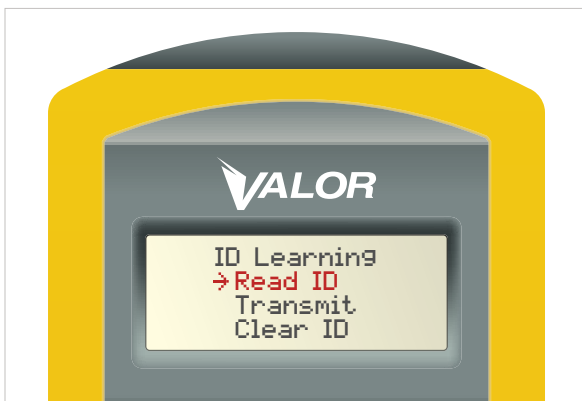

Figure 7
1. Dans le menu ID Learning, sélectionnez l'option Read ID (lire l'ID). (Figure 7)